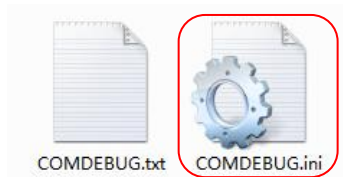

图 1.11 生成 ini 调试文件
(2) 将记事本.txt 后缀改为.ini，这样我们就生成了所需的 COMDEBUG.ini 调试文件，如图 1.11 所示。